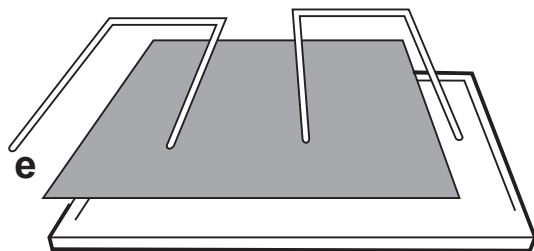

Рис. 3
3. Снимите блокировочное устройство жирового фильтра. Рис. 3 (e)